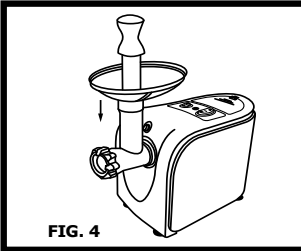

FIG. 4
le poussoir pour alimenter doucement la vis sans fin. Ne forcez pas sur la tête pour faire entrer les aliments et n'utilisez JAMAIS vos doigts ou d'outils non recommandés par le fabricant de l'appareil pour alimenter la tête. **FIG. 4**
3. Utilisez le poussoir pour alimenter la tête de broyage. Le boyau se farcira au fur et à mesure. Lorsque le boyau commence à se remplir, fermez l'extrémité à l'aide d'une ficelle. Répartissez la viande de façon uniforme à l'intérieur et torsadez-le régulièrement pour obtenir un chapelet de saucisses. **FIG. 4**